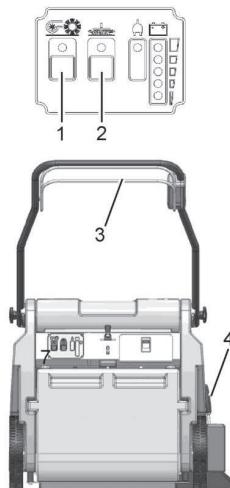

Fig. 3
Veuillez lire les informations de sécurité au chapitre 1. Avant de mettre la machine en marche, assurez-vous que la barre d'entraînement (Fig. 3/3) sur la poignée n'a pas été actionnée.
1. Mettez la machine en marche à l'aide de la touche (Fig. 3/1) : l'entraînement de la brosse rotative, l'aspirateur à poussière et l'entraînement de la brosse latérale sont prêts à fonctionner.
2. Abaissez la brosse latérale en position de travail à l'aide du levier (Fig. 3/4). Lorsque vous travaillez sans brosse latérale : n'abaissez pas la brosse latérale et appuyez une fois sur le bouton (Fig. 3/2) de la brosse latérale. Le voyant de contrôle vert s'éteint.
3. Actionnez la barre d'entraînement (Fig. 3/3) sur la poignée : la machine commence à fonctionner. Commencez le fonctionnement immédiatement après avoir actionné la barre d'entraînement, sinon des empreintes pourraient se former sur le sol. Relâchez la barre de conduite lorsque vous dépassez les seuils.